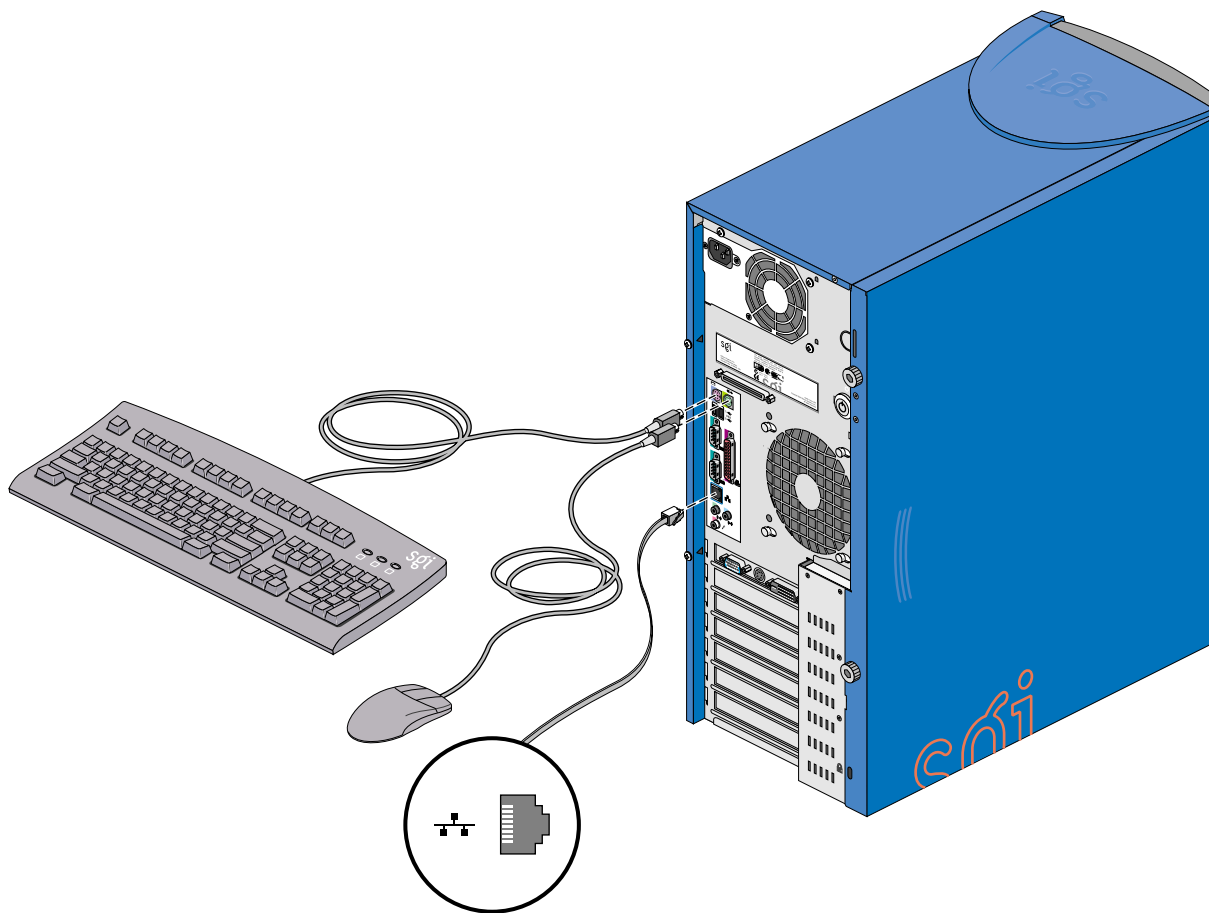

Figura 1-7 Conexión del teclado, el ratón y el cable de Ethernet
2. Conecte el teclado y el ratón al sistema como se muestra en la Figura 1-7.
3. Conecte el cable de Ethernet al sistema como se muestra en la Figura 1-7.